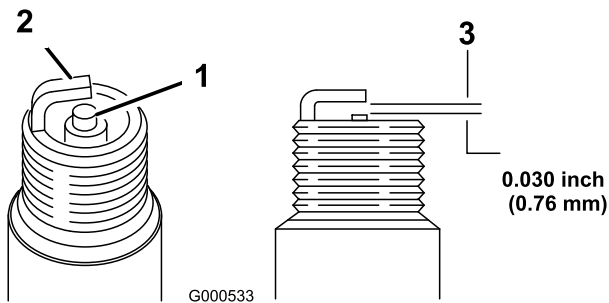

Figura 46
1. Mire la parte central de las bujías (Figura 46).
2. Compruebe la separación entre los electrodos central y lateral (Figura 46) y doble el electrodo lateral si la separación no es correcta.